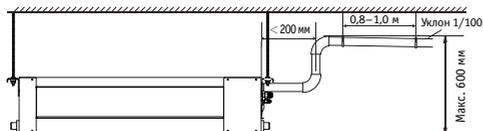

Рис. 23
- В случае, если выход дренажной трубы располагается выше, чем соединительная труба от основного блока, снабженного насосом, дренажную трубу следует развернуть вертикально вверх, используя фитинги из комплекта дополнительного оборудования, при этом высота труб не должна превышать 600 мм над поддоном для талой воды, в противном случае слишком сильный обратный поток при выключении будет приводить к переполнению (см. рис. 23). (Используется только для блока, оснащенного насосом).